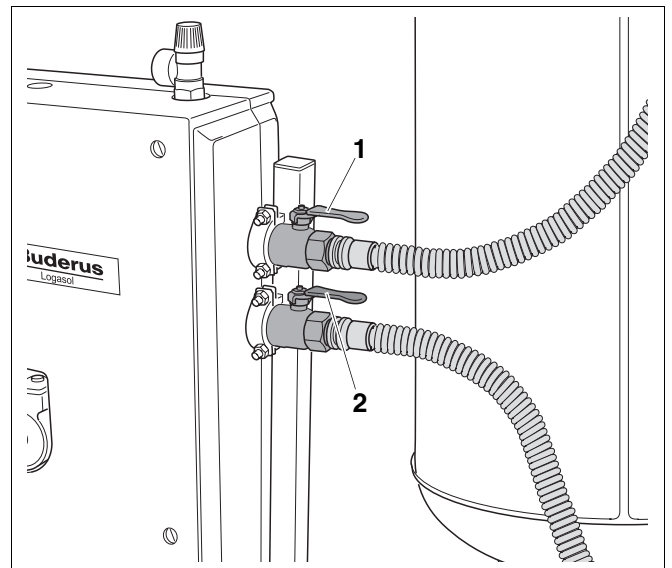

Abb. 15 Anlage füllen
- Öffnen Sie die Kugelhähne (Abb. 15, **Pos. 1** und **2**).